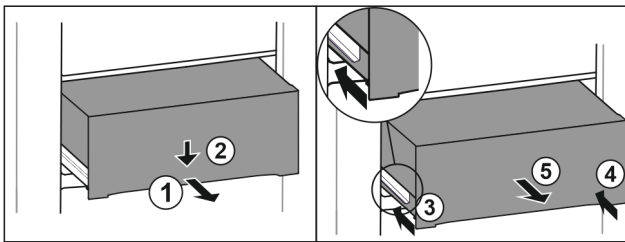

Fig. 127
- Schubfach halb herausziehen. Fig. 127 (1)
- Schubfach an der Vorderseite nach unten drücken. Fig. 127 (2)
- Linke Schiene etwa 2 cm einschieben. Fig. 127 (3)
- Rechte Schiene etwa 2 cm einschieben. Fig. 127 (4)
- Schubfach nach vorne entnehmen. Fig. 127 (5)